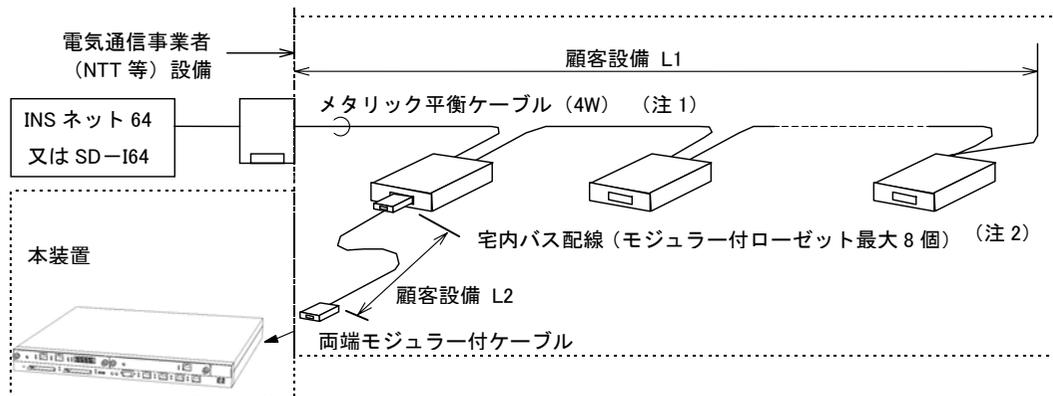

図 3.2-11 基本 (I.430) インタフェース時の接続図
基本 (I.430) インタフェース時の本装置-DSU 間の接続を図 3.2-11 に示します。
- (注1) メタリック平衡ケーブル〔4W〕長（図 3.2-11 の L1）と（両端モジュラー付ケーブル長（図 3.2-11 の L2））の合計が 16m を越えないようにしてください。